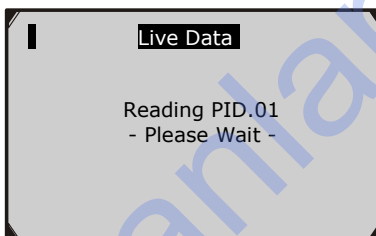

Рисунок 6.9
- 2) Подождите несколько секунд, пока сканер проверяет карту данных о параметрах. (Рисунок 6.9)